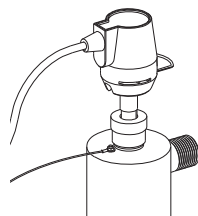
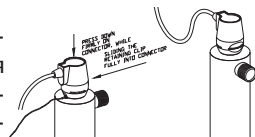

Рис. 4
Рис. 5
Конструкция коннектора обеспечивает только один вариант подключения. Убедитесь в прочности соединения излучателя и коннектора (рис. 4).
5. Наденьте Safety-Loc™ коннектор на алюминиевую гайку. Убедитесь, что металлическая стопорная скоба выдвинута, что позволяет до конца надеть коннектор. С помощью стопорной скобы зафиксируйте коннектор (рис. 5). Убедитесь, что вырез на коннекторе расположен над шпилькой крепления провода заземления (рис. 4).